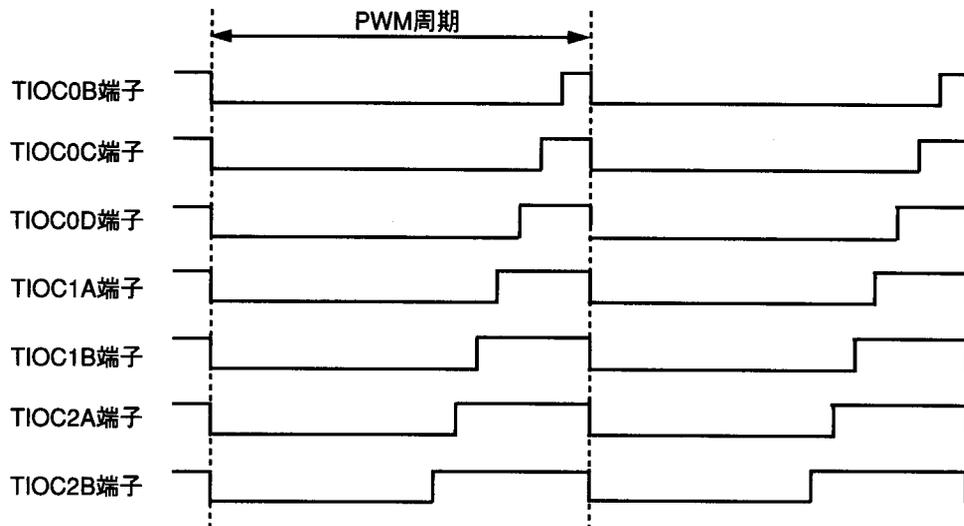

図2.4.1 PWM出力例
- (1) 図2.4.1に示すようにパルスのHigh幅を変化させ、デューティ変化できる7相のPWM出力をします。
- (2) 28.7MHzで動作時、出力するPWM周期は69.6nSから2.28mSの間任意に設定できます。